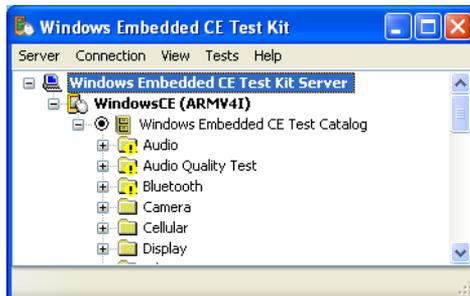

Abbildung 4.16 Gerätecategories im Fenster Windows Embedded CE Test Kit
4. Überprüfen Sie, ob die Serveranwendung mit dem Gerät verbunden ist, die erforderlichen CETK-Binärdateien bereitstellt, die verfügbaren Gerätetreiber erkennt und alle Komponenten hierarchisch anzeigt (siehe Abbildung 4.16).